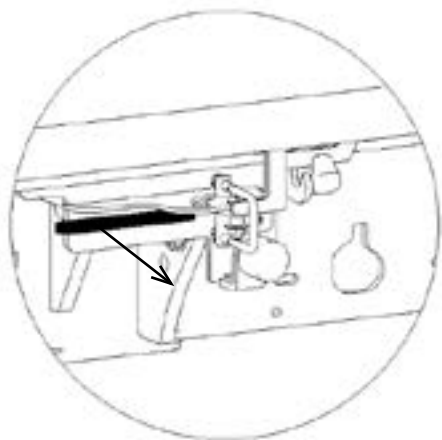

Imagen 4
- 1- Tirar de la manilla de la abrazadera de palanca (imagen 4).